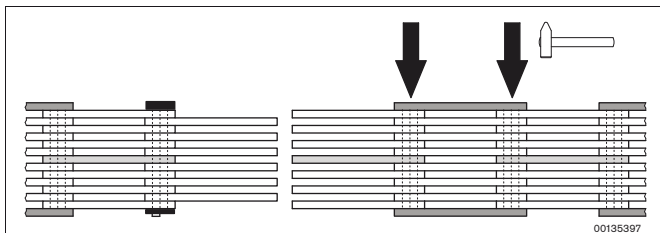

Рис. 11: Укоротить: сбить сварной шов
2. **Укоротить:** Замерьте длину участка цепи, который Вы хотели бы удалить, и сбейте сварной шов в выбранном Вами месте с одной стороны ударом по торцу цапфы (см. рис. 11).